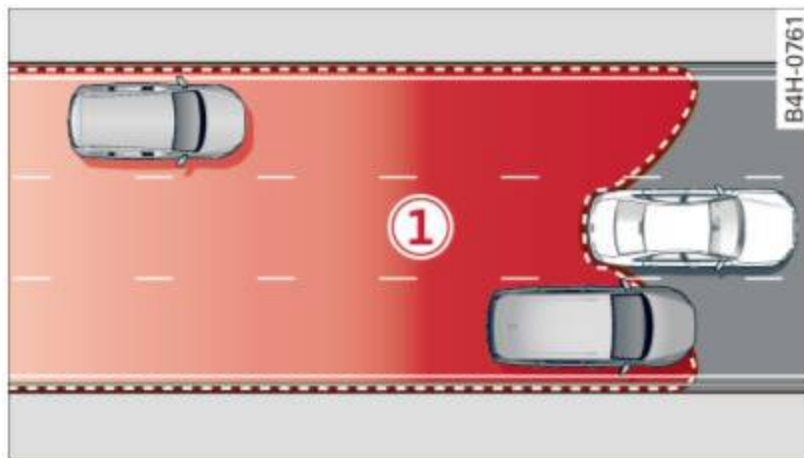
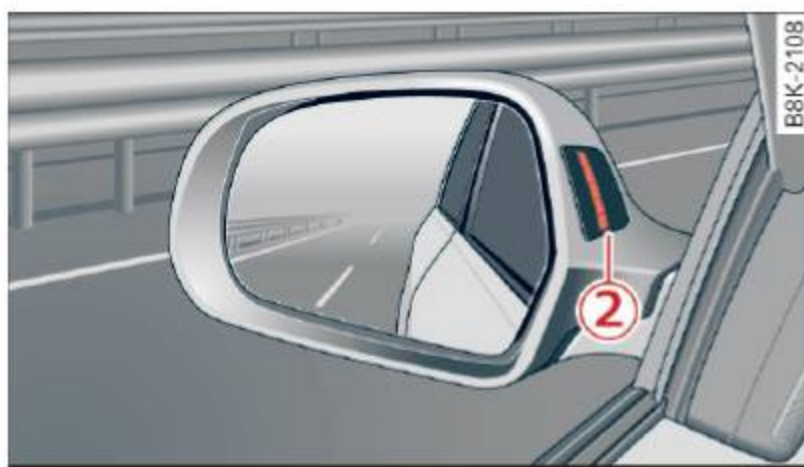

Fig. 114 Portée de détection du capteur
Fig. 115 Affichage sur le rétroviseur extérieur
L'Audi side assist (assistance latérale) vous aide à voir votre angle mort aussi bien que la circulation à l'arrière. Dans les limites du système, il vous prévient des véhicules qui s'approchent ou qui vous entourent et qui sont dans la portée du capteur ① ⇒ fig. 114 : si un changement de voie est considéré comme étant critique, l'affichage ② dans le rétroviseur extérieur ⇒ fig. 115 s'active.